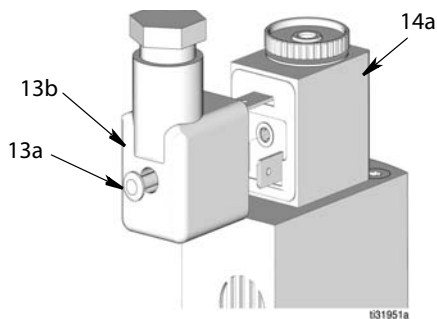

Рис. 10
14. Снова подключите разъем DIN (13b) к разъему соленоида (14а) (Рис. 10).
15. Затяните винт (13а) с задней стороны разъема mini DIN соленоида (13b) (Рис. 10).